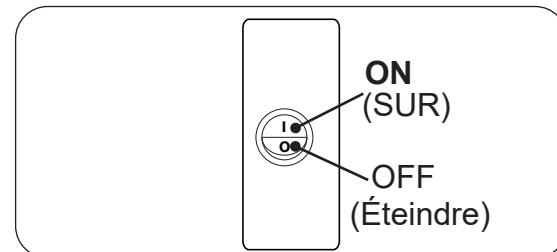

Fig. 34-2 Boîte de commutation, ON/OFF
2. Repérez l'interrupteur ON/OFF sur le devant de la boîte de commutation. Appuyez sur l'interrupteur sur la position **ON (I)**. Voir Fig. 34-2.
Vérifiez périodiquement le pilote pour le modèle de la flamme. La flamme de la veilleuse devrait encercler le thermocouple, et est préréglé en usine (voir Fig. 34-2).